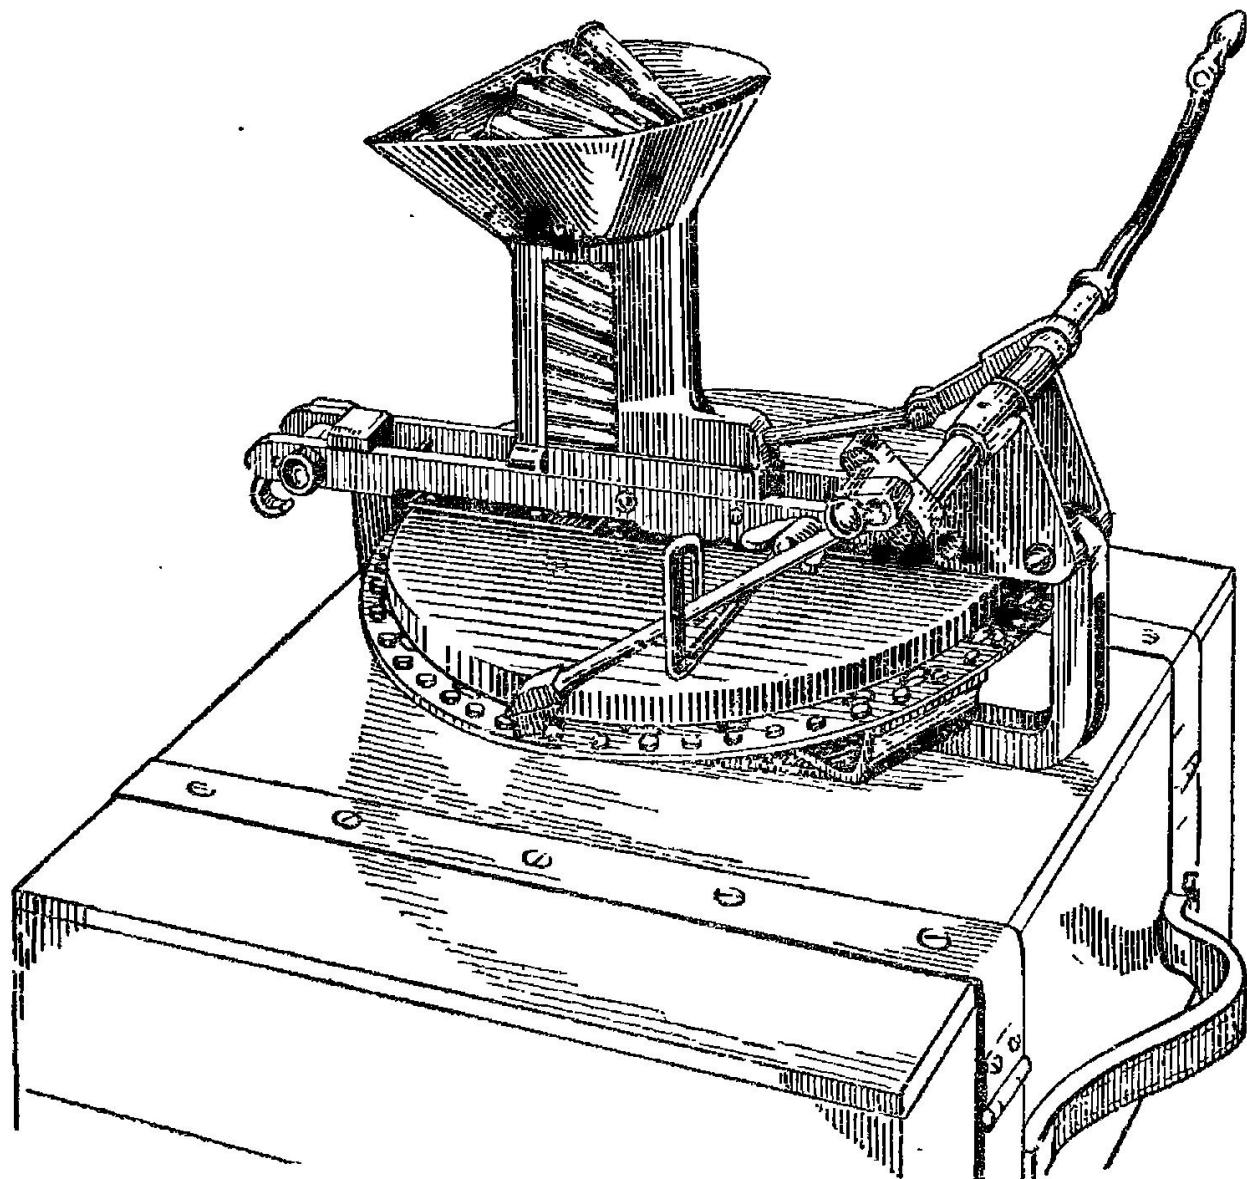

Рис. 1. Общий вид машины системы Ракова при набивке магазина ДП
Универсальная машинка системы Ракова (рис. 1 и 2) предназначена для механизированной набивки патронами магазинов 7,62-мм пулеметов Дегтярева — ручного (ДП), танкового (ДТ) и авиационного (ДА).
1) Крышка машинки должна быть присоединена своим болтом к заднему, загнутому кверху, концу рамы стойки через крайнее (наружное) отверстие (рис. 1).
2) Кривошип толкателя должен быть насажен на коленчатый валик малым коленом наружу и составлять с коленом валика угол около 62° (рис. 1).